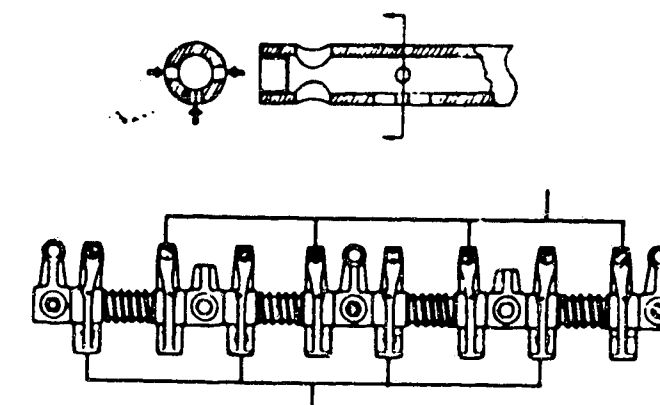

Bild 5 **Motor 4A-C**: Die Kipphebelwelle ist so einzubauen, dass die Ölbohrungen seitlich und gegen unten gerichtet sind.
d) **Nockenwelle und Ventile:** Die Nockenwellen-Lagerdeckel und die Kipphebelwellen-Lagerung sind in mehreren Schritten in der umgekehrten Anzugsreihenfolge (Bild 3) zu lösen. Beim Einbau der Kipphebelwelle ist auf die Lage der Ölbohrungen (Bild 5) zu achten.